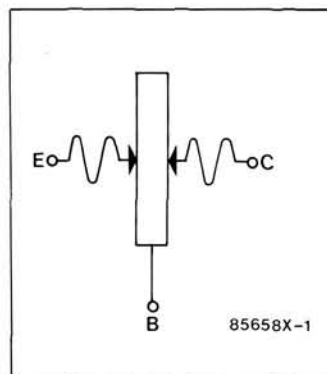
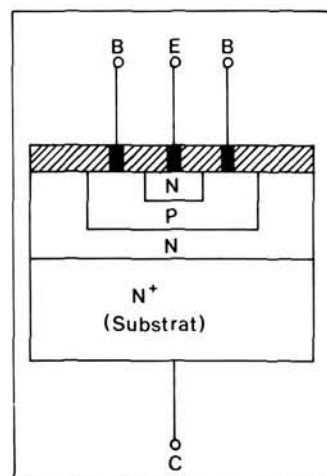

Figure 1 - Le transistor à pointes classique. Les jonctions PN sont constituées par le contact entre la pointe et la plaque de germanium.
Figure 2 - Les transistors modernes en technologie épitaxiale sont constitués de couches successives de matériau semi-conducteur de polarité différente.
Le courant électrique est un mouvement d'électrons. Le courant électrique dans les semi-conducteurs résulte d'anomalies de la répartition des électrons dans les matériaux semi-conducteurs : un excès d'électrons donne un matériau de type N, un manque d'électrons donne un matériau de type P. Les premiers transistors étaient constitués de contacts à pointe. Deux contacts en germanium de type P, constituant le collecteur et l'émetteur, étaient disposés de part et d'autre du matériau de base en germanium de type N (figure 1). Les fortes puissances des transistors modernes n'ont été possibles qu'avec la technologie planar puis planar-épitaxiale. Dans ces transistors, les jonctions ne sont pas constituées par des pointes, mais par des couches de métal ou d'oxyde métallique (figure 2).
**Figure 2 - Quoi de plus discret qu'une cassette audio ? Ne racontez pas à tout le monde ce que vous y cachez... Pour coincer les piles, utilisez des chutes d'époxy cuivré sur lequel vous pouvez facilement souder les fils.**
Les circuits d'alarme sont déjà bien assez encombrants à la maison. Pas question de se charger comme des baudets ! Alors que diriez-vous de monter le circuit dans un étui pour cassette audio ? Les quatre piles de 1,5 V tiennent dans le boîtier, avec juste assez de place pour y coincer deux plaquettes de matériau pour circuit imprimé (il s'agit de chutes de plaques d'époxy cuivré). Celle du bas établira la jonction entre les deux couples de piles, tandis que l'autre (en haut sur la **figure 2**) fournit le support des bornes négative et positive. Il faudra donc séparer les deux surfaces conductrices en gravant un sillon entre elles. Les fils de liaison vers le circuit pourront être soudés à même le cuivre. Toute variation à votre convenance est possible, pourvu que le fonctionnement du circuit ne soit pas compromis.
Il a fallu rien moins que trois illustrations, dont deux principales, pour donner une image, nous l'espérons, claire du dispositif. Commençons par la **figure 1**. C'est notre commutateur à trois positions. En position 1, ce sont les deux haut-parleurs à l'avant qui fonctionnent. En position 2, ce sont les deux haut-parleurs à l'arrière, et en position 3, ce sont les quatre haut-parleurs à la fois. Passons à présent à la **figure 2** qui nous donne le schéma du circuit de commutation. ArD en contact avec la sor-